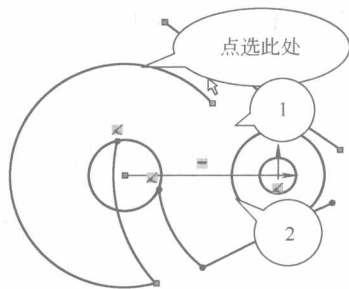
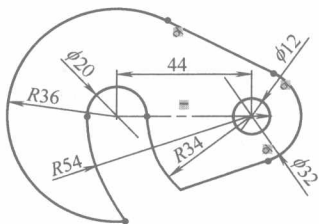

图 1-10
图 1-11
(6) 添加约束关系。按住 Ctrl 键不放, 然后选择上面的直线和圆弧线, 注意点选的位置, 如图 1-10 所示。此时在状态树位置显示出“属性”对话框, 然后选取“相切”选项。同理在 1、2 两处添加相切关系, 并再一次修剪图形, 结果如图 1-11 所示。